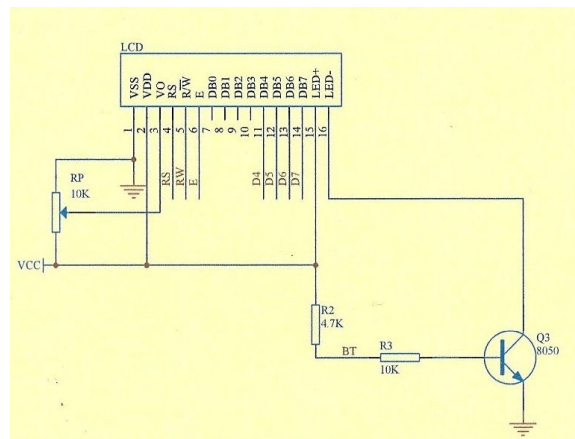

Abbildung 3
Der Vergleich der Zuordnungstabellen macht ein weiteres Problem sichtbar: Die Backlight-Kontrolle bei YwRobot (BT) gibt es selbst bei der modifizierten Fassung von Kent Anderssons Library nicht; die entsprechende Signalleitung (E2) wird hier zur Ansteuerung einer möglichen 3. bzw. 4. LCD-Zeile benutzt. Ein Blick in die Library zeigt, dass das Signal auf dieser Leitung immer wieder seinen Pegel wechselt; dies erklärt auch das heftige Blinken des Displays beim ersten Test. Um dieses Blinken zu beseitigen, habe ich die modifizierte Library nochmals ergänzt: Bevor ein Byte mit dem `i2csend`-Befehl an die YwRobot-Platine geschickt wird, wird das BT- bzw. E2-Bit immer auf 1 gesetzt. Dadurch bleibt der Transistor (vgl. Abb. 3) durchgeschaltet, der Anschluss LED- des Displays bleibt auf Masse gezogen und die Hintergrundbeleuchtung bleibt eingeschaltet.